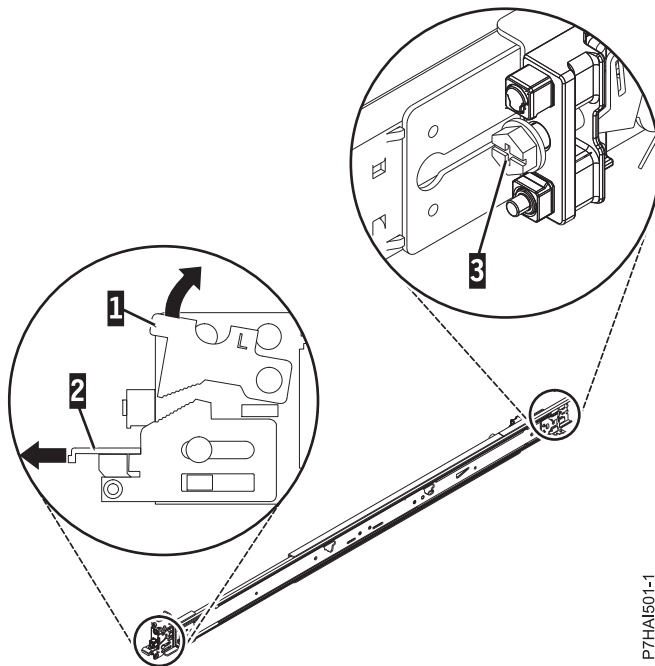

Figure 19. Ouverture du loquet avant et retrait de la vis arrière
2. Poussez vers le haut la languette de verrouillage (1) et tirez sur le loquet avant (2) à l'avant de la glissière. Retirez ensuite la vis à l'arrière de la glissière (3). Pour plus de détails, voir figure 19.